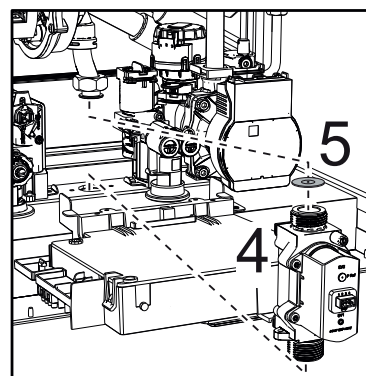

fig. 53 -
- Verwijder gasklep "4" en gasmembraan "5" ("fig. 53 -").